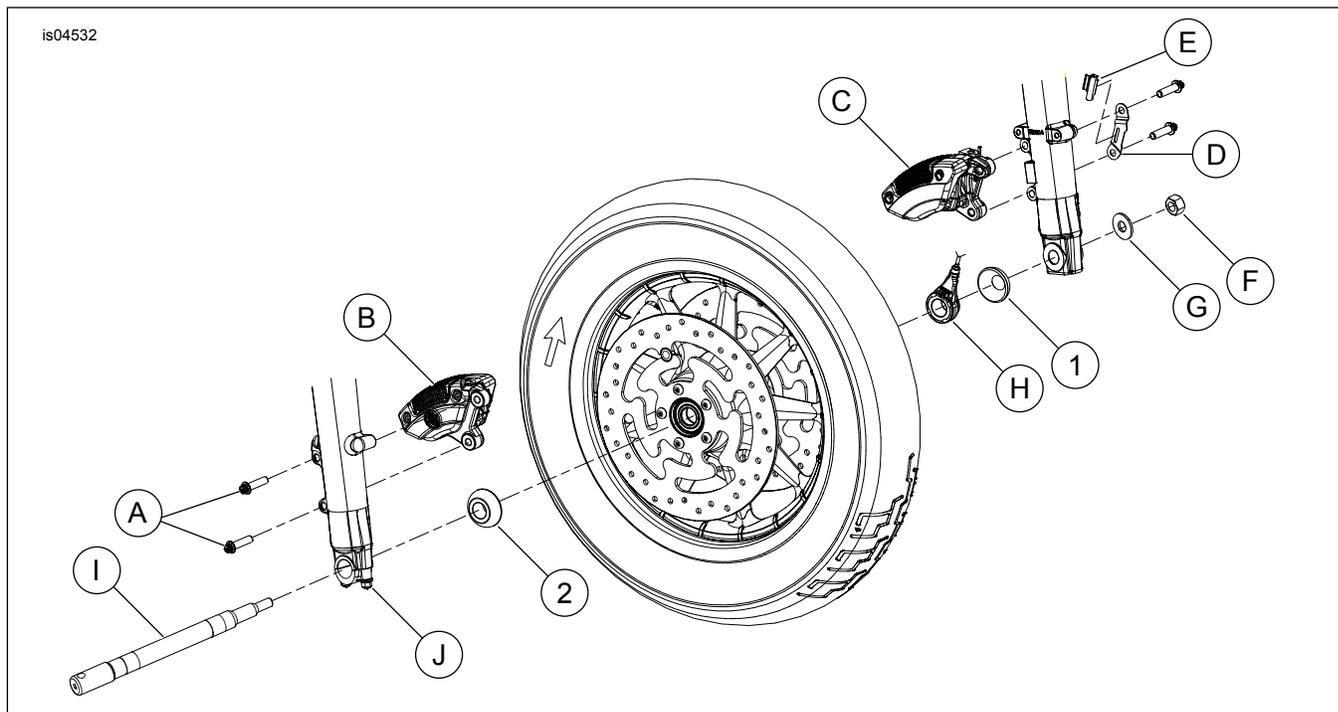

Figura 4. Peças de reposição: kit de espaçadores cromados da roda dianteira
Veja a Figura 4 e a Tabela 1.
4. Remova os parafusos de montagem (2) superior e inferior das lingüetas da perna esquerda do garfo dianteiro para liberar o conjunto da pinça do freio, o suporte do fio do sensor (D) e a presilha (E) (veja a Figura 4).
7. Veja a Figura 4 e a Tabela 1. Insira a chave de fenda ou uma vareta de aço através do furo no eixo do lado direito do veículo. Enquanto mantém o eixo parado, remova a porca do eixo (F) e a arruela lisa (G) do lado esquerdo.
8. Solte as duas porcas do suporte do eixo (J) na parte inferior da perna direita do garfo.